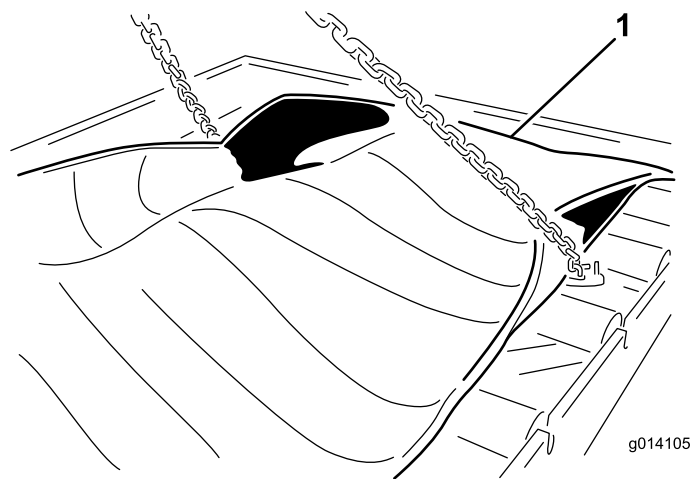

Figura 60
23. Retire os 24 parafusos para libertar o cartucho (Figura 60).